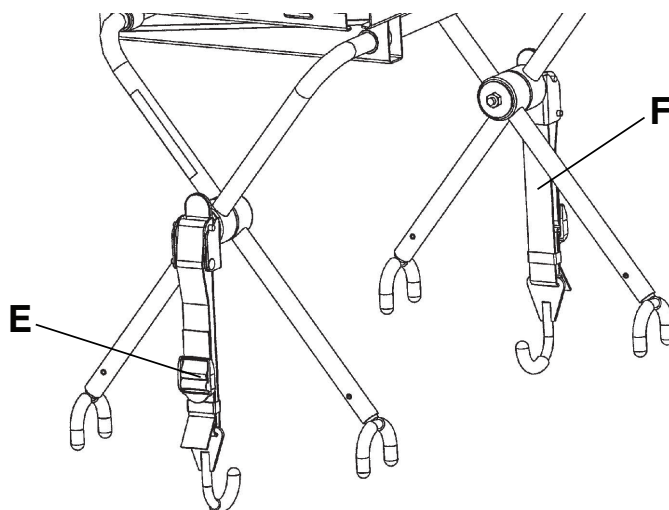

Rysunek 27 – Położenie haczyka zatrzaśku (przedstawiono model 6506)
6. Umieść haczyk zatrzasku (C) pod ramą blatu lub mocowaniem po stronie stóp pacjenta i przesun występowanie do góry (D) aż do zablokowania po jednej stronie ze słyszalnym kliknięciem (Rysunek 27). Powtórzyć czynności po drugiej stronie. W przypadku noszy kompatybilnych z systemem **Power-LOAD** (jeżeli znajdują się na wyposażeniu) należy wydłużyć i przymocować paski do mocowania po stronie stóp pacjenta (Rysunek 28).